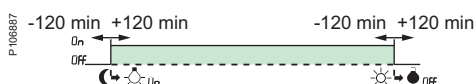

Fig. 5.
- Justering av forskjellen i tider for solnedgang og/eller soloppgang med  $\pm 120$  min. i henhold til lokale begrensninger (fjell, bygninger, etc.) (se fig. 5).